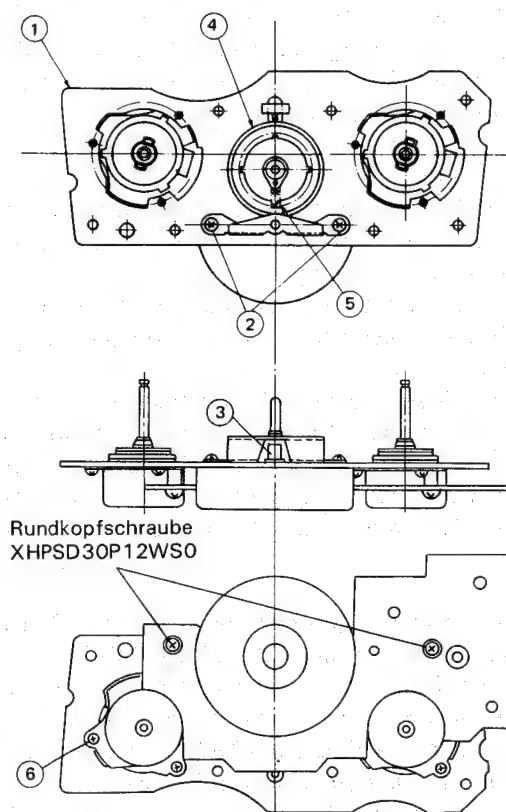

Abbildung 32
1. Nachprüfen, ob die Mitläuferspule (4) sich nicht vom Spulenchassis (1) gelöst hat sowie, ob die Mitläuferspulenfeder (5) richtig an der Mitläuferspule angebracht ist.
2. Indem Sie darauf achten, die Riemenscheibe (3) des Spulenmotors nicht zu beschädigen, einen Austauschspulenmotor mit 2 Schrauben (XBPSD30P06J00) so einbauen, daß die Spulenmotorzuleitungen in den in Abbildung 32 gezeigten Richtungen laufen. Die Verwendung von längeren Schrauben würde den Motor beschädigen.
2. Die Mitläuferspule wie in Abbildung 32 gezeigt in die Mitte des Spulenchassis bewegen und dann leicht an der Spulenmotorseite ziehen, um die Mitläuferspule zu entfernen.
1. Die Austauschbremseinheit mit den 3 Befestigungsschrauben (XBPSD26P04000) in der in Abbildung 32 gezeigten Richtung einbauen.